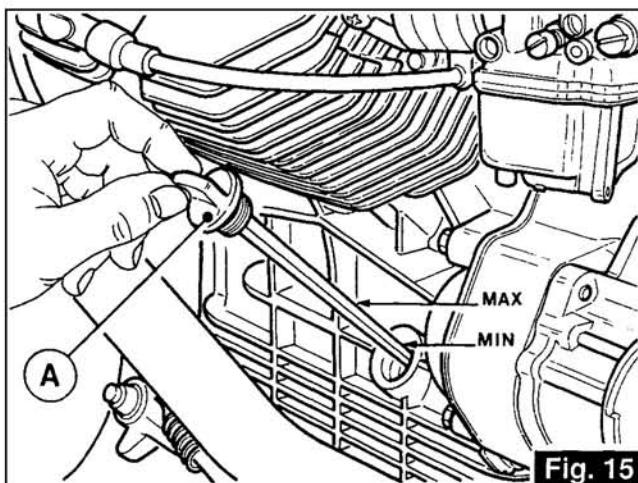

Fig. 15
4.1 LUBRIFICATION DU MOTEUR (fig. 15)
«A» Bouchon de remplissage avec jauge (fig. 15)
4.1 MOTORSCHMIERUNG (Abb. 15)
«A» Einfüll- und Füllstandstopfen (Abb. 15)